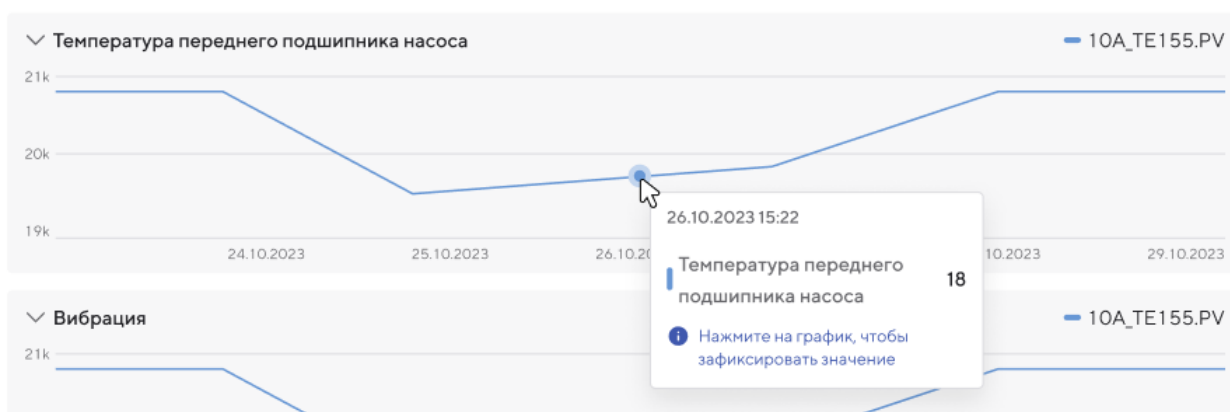

Рисунок 141 – Дополнительное окно с информацией измеряемого параметра на выбранной диаграмме
6. Наведите указателя мыши на график. Откроется дополнительное окно с детальной информацией измеряемого параметра в выбранный момент времени (Рисунок 141).